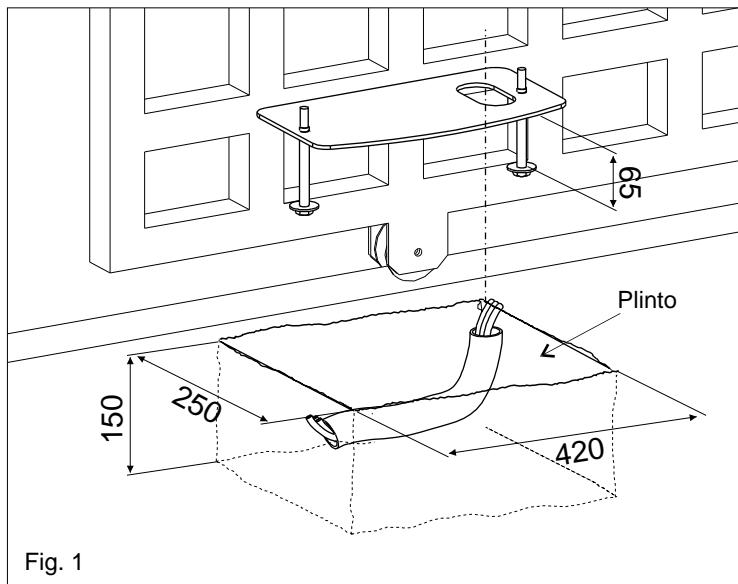

Fig. 1
**2.1.** Predisporre in base alle misure riportate in Fig. 1 una piazzola di cemento all'interno della quale verrà murata la piastra di fondazione e i bulloni di ancoraggio.
NB: E' opportuno, quando la struttura del cancello lo permette, sollevare la piastra dal piano pavimento di almeno 50 mm per evitare eventuali ristagni di acqua (Fig. 1).